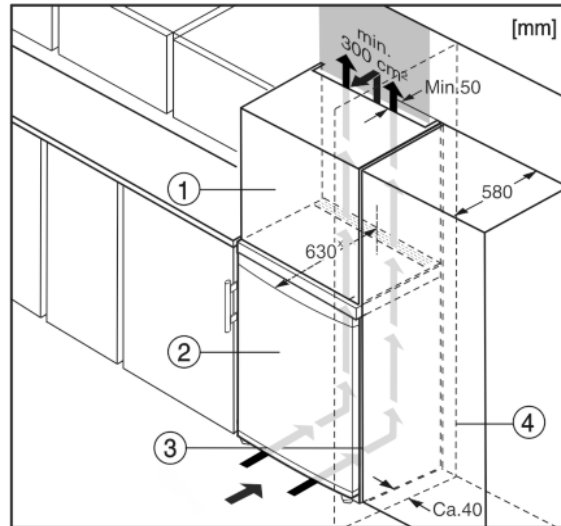

Fig. 10
- (1) Uždedama spintelė*
- (2) Prietaisas*
- (3) Virtuvės spinta*
- (4) Sieną*
Prietaisą galima montuoti į virtuvės spintelės. Norint prietaisą Fig. 10 (2) priderinti prie nišos aukščio, virš jo galima įrengti uždedamą spintelę Fig. 10 (1).
Kai prietaisas montuojamas į standartinės virtuvės spintas (maks. gylis 580 mm), tuomet prietaisą galima statyti tiesiog šalia virtuvės spintos Fig. 10 (3). Prietaisas išsikišęs iš už virtuvės spintos priekinės dalies 34 mm x šonuose ir 50 mm x prietaiso viduryje.*
Jeigu prietaisas su vyriais statomas greta sienos Fig. 10 (4), mažiausias atstumas tarp prietaiso ir sienos turi būti 40 mm. Šis atstumas atitinka rankenų išsikišimą esant atvertoms durims.*